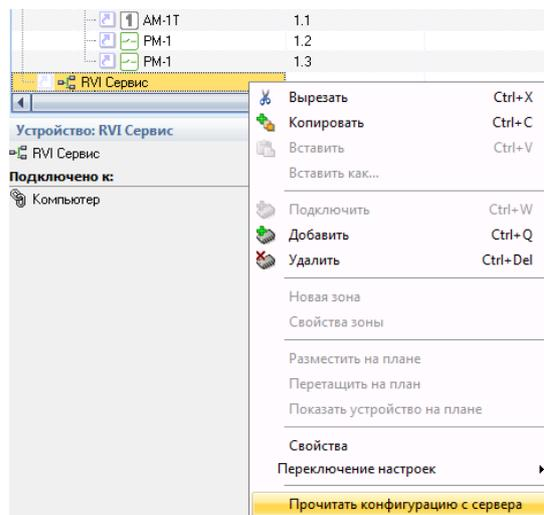

Рис. 47 Чтение конфигурации с сервера
2. после того, как устройство RVI сервис появится в дереве устройств, необходимо открыть контекстное меню и выбрать команду **Прочитать конфигурацию с сервера**, после чего в конфигурацию добавится устройство **RVI камера** (Рис. 47, 48).